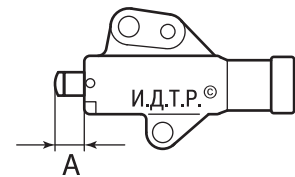

Рис. 5.24. Проверка полного хода штока натяжителя
11. Измерьте выступание штока натяжителя. Если выступание А (рис. 5.24) менее 12 мм, натяжитель замените.